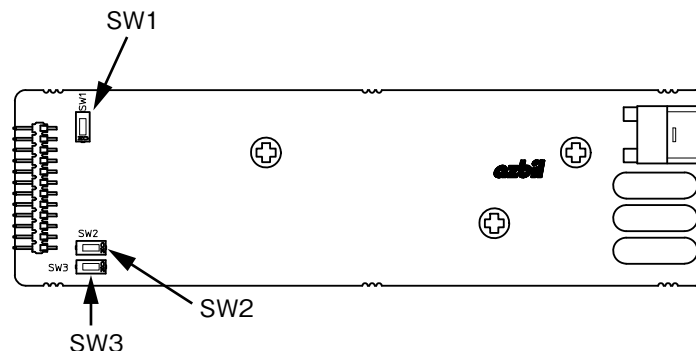

図7-2. SW1、SW2、SW3の実装部
- ハードウェアライトプロテクトのON/OFF：SW1 (➡図7-2)
● バーンアウト(B/O)のON/OFF：SW3(➡図7-2)
● バーンアウト方向：SW2(➡図7-2)